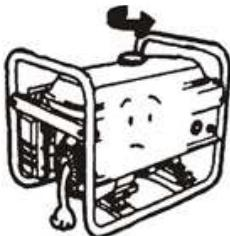

Рис. 13
3.2.1 Зніміть ковпачок паливного патрубку (Рис. 13).